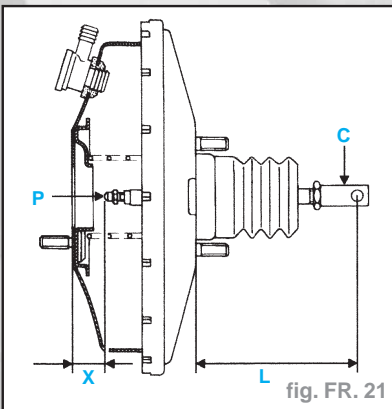

fig. FR. 21
- Avant le remontage, vérifier (fig. FR. 21) :